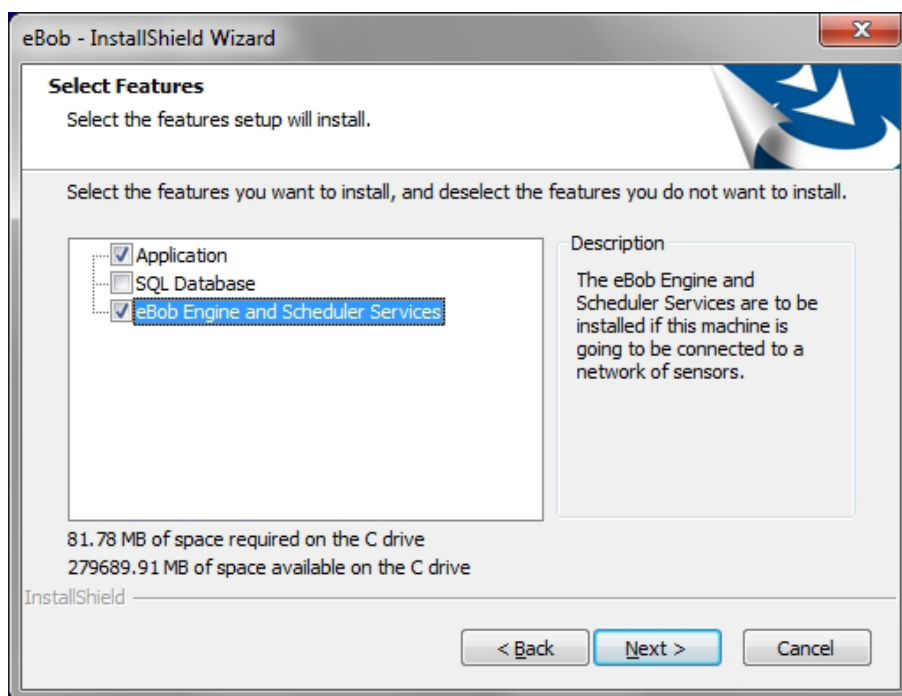

Figura 6
- c. Si la instalación es para un Sitio, verifica la casilla de Aplicación y el Motor y Programador de Servicios de eBob como se muestra en la Figura 6.